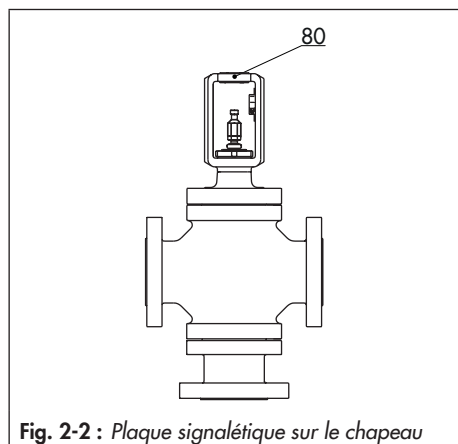

Fig. 2-2 : Plaque signalétique sur le chapeau
La plaque signalétique (80) de la vanne se trouve sur le chapeau (Fig. 2-2)